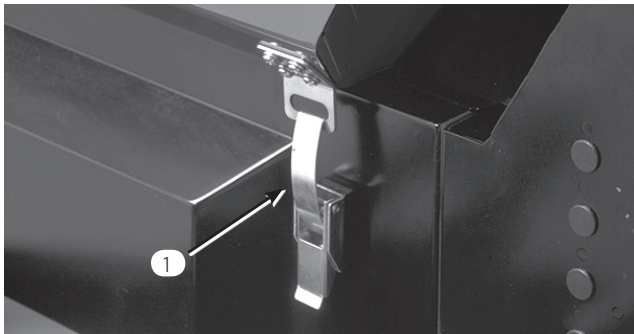

図 2
1. 平らな場所に駐車する。エンジン・カバーのラッチを外す（図2）。